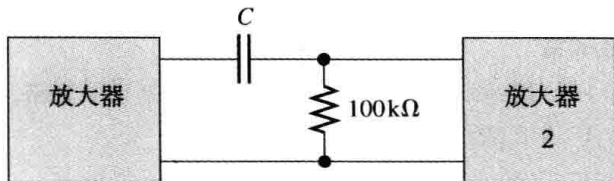

图 10-81
42. 图 10-81 中，为使频率为 20Hz 时放大器 2 输入端信号电压至少为放大器 1 输出信号电压的 70.7% ，试问所需的耦合电容值是多少？不考虑放大器的输入电阻。